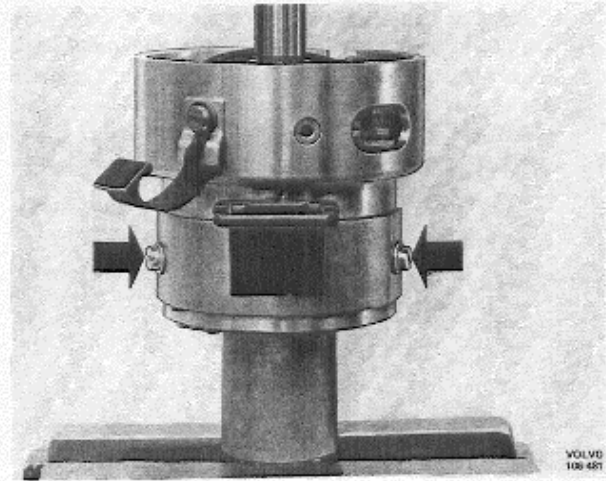

Abb. 3-50 Ausbau der Steuerkontakte
4. Einschub der Steuerkontakte (Abb. 3-50) ausbauen.